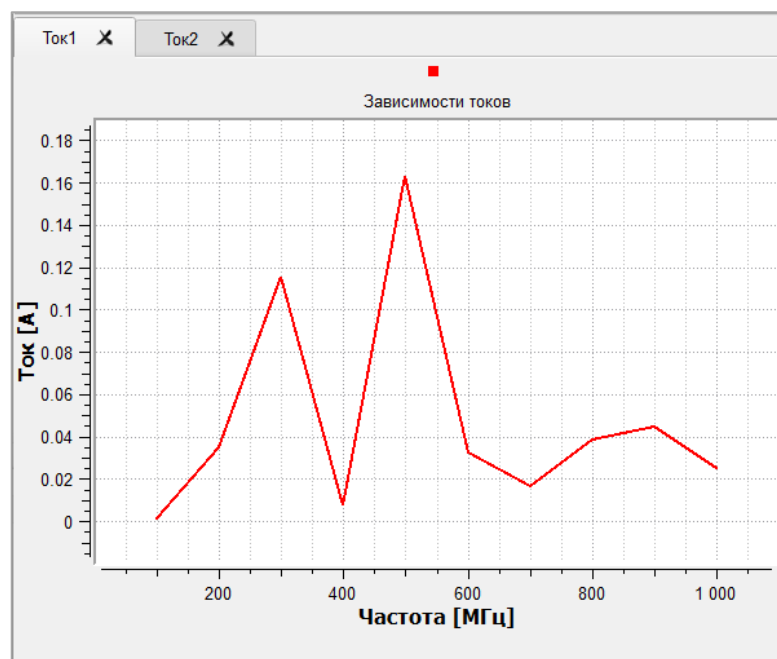

Рис. 244
18.13.6.1. Окно 1D визуализации предназначено для представления рассчитанных данных в виде графиков. В окне могут быть представлены графики изменения значений токов, ближней и дальней зон, данные файлов *.dat. Окно 1D визуализации создается командой контекстного меню объекта в дереве объектов «Отобразить в новом окне» → «1D представление». Окно 1D визуализации показано на рис. 244.